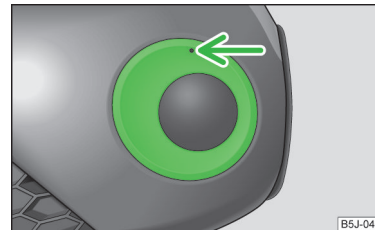

Abb. 161
- In die Öffnung oberhalb des Nebelscheinwerfers » Abb. 161 den Drahtbügel » Seite 179, *Bordwerkzeug* einführen und die Abdeckkappe herausnehmen.